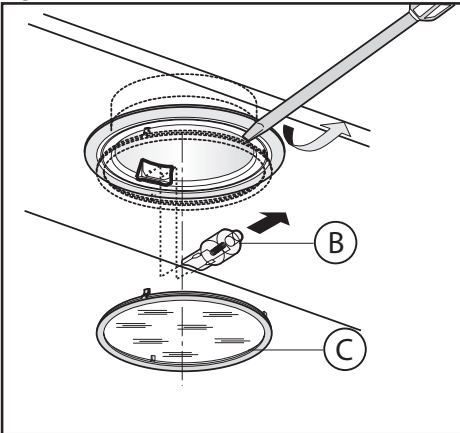

Fig.8
• Austausch der Halogenlampen (Abb. 8).